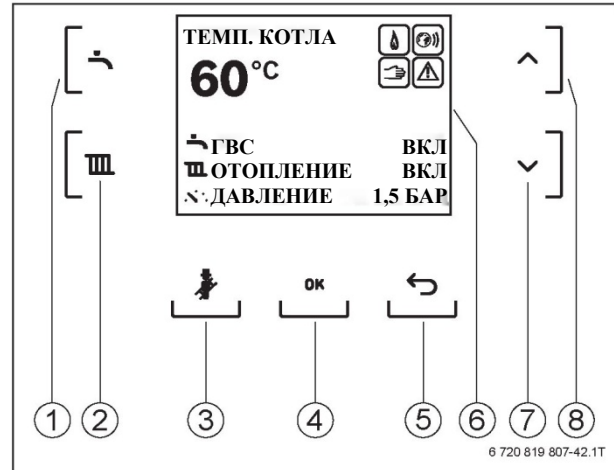

Рис. 35 Индикация и органы управления базового контроллера Logamatic BC30 E
- Настройки для нагрева воды с помощью меню **ГВС**; вызов меню с помощью клавиши ГВС (→ Рис. 35, [1])
- Настройка погодозависимого режима отопления через меню **ОТОПЛЕНИЕ**; вызов меню с помощью клавиши Отопление (→ Рис. 35, [2])
- Режим «Трубочист», например, для проверки работоспособности системы отвода дымовых газов; клавишу «Трубочист» нажать и удерживать более 3 секунд (→ Рис. 35, [3])
- Индикация состояния и диагностика неисправностей на ЖК-дисплее (→ Рис. 35, [6])
- Ручной аварийный режим: Клавишу «Трубочист» нажать и удерживать более 8 секунд (→ Рис. 35, [3])